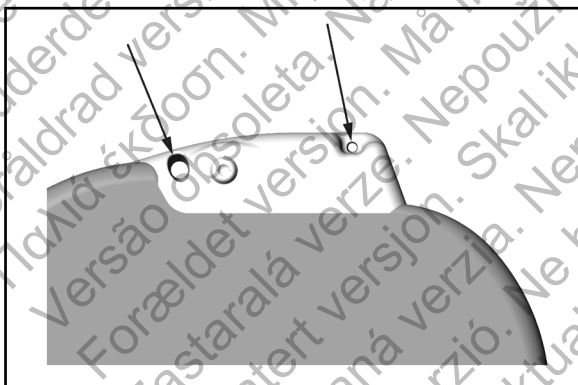

Figure 18 : Trous de suture du bloc connecteur pour l'ancrage du dispositif
9. Ancrer l'appareil au fascia pour éviter toute migration à l'aide de soie 0- classique ou d'un matériau de suture non résorbable similaire. Deux trous de suture sont prévus à cet effet dans le bloc connecteur (figure 18).